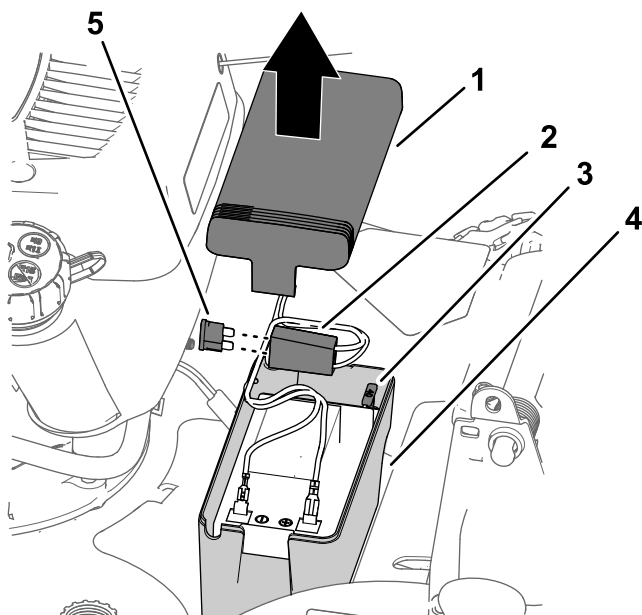

Figure 31
1. Enlevez le couvercle du logement de la batterie (Figure 31).
2. Retirez la batterie et repérez le fusible (Figure 31).
3. Remplacez le fusible dans le porte-fusible (Figure 31).
4. Remplacez le couvercle sur le logement de la batterie (Figure 31).